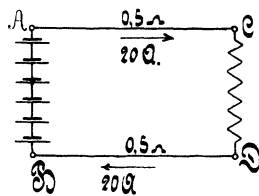

Fig. 6.
53. Text wie 51, nur ist $e = 10$ [100] (200) V, $J = 4$ [15] (40) A.
54. An den Klemmen A und B (Fig. 6) einer Batterie von hintereinander geschalteten Elementen herrscht eine Spannung von 65 [110] (220) V. Durch den Widerstand CD fließen 20 [30] (8) A. Welche Spannung besteht zwischen den Punkten C und D, wenn jeder der beiden Zuleitungsdrähte AC und BD 0,5 [0,3] (2) Ω Widerstand besitzt?
55. Der Widerstand CD (Fig. 6) besteht aus einer Anzahl von Lampen, die insgesamt 15 [12] (8) A verbrauchen. Die Widerstände der Zuleitungen AC und BD betragen zusammen 0,2 [0,3] (0,5) Ω . Welche Spannung herrscht zwischen C und D, wenn die Klemmenspannung der Stromquelle 67 [113,6] (120) V beträgt?
56. Fünf Bunsenelemente (Fig. 6) von je 1,8 [1,85] (1,78) V elektromotorischer Kraft und 0,2 [0,25] (0,15) Ω innerem Widerstande sind hintereinander geschaltet. Der äußere Stromkreis besteht aus den beiden Zuleitungsdrähten AC und BD von je 0,08 [0,05] (0,09) Ω und dem Nutzwiderstande CD (parallel geschaltete Glühlampen) von 3 [4,5] (2,5) Ω .